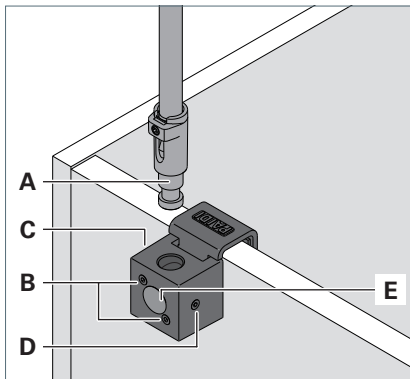

Fig. 2: Armatuur monteren op verticaal montageoppervlak.
- Fixeer de tafelklem met de schroeven **B** aan het montageoppervlak, zie Fig. 2.